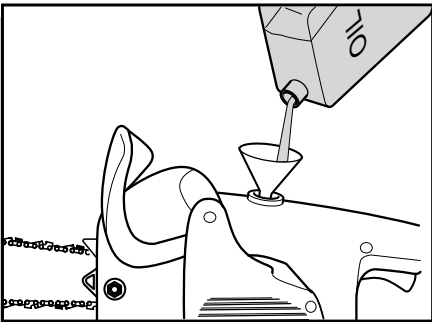

fig. 7
- Togliere il tappo serbatoio olio e con un imbuto versare olio lubrificante fino al riempimento, poi richiudere bene il tappo (fig. 7).